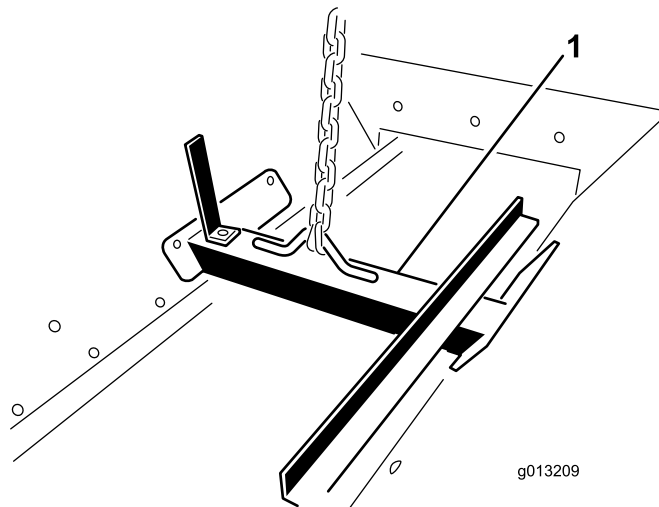

Figura 15
1. Ataai un dispozitiv de ridicare la suportul de ridicare fixat cu uruburi în interiorul ansamblului buncărului de alimentare (Figura 15).